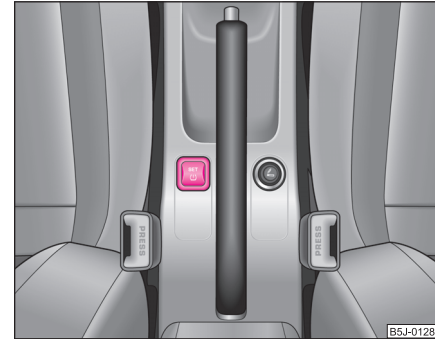

Abb. 135 Taster zum Einstellen des Reifendruck-Kontrollwertes
- Drücken Sie die Taste **SET** (↵) ⇒ Abb. 135 so lange, bis ein Quittierton ertönt, der die Abspeicherung der Grundwerte bestätigt. Solange die Taste **SET** (↵) gedrückt wird, leuchtet im Kombiinstrument die Kontrollleuchte (↵).